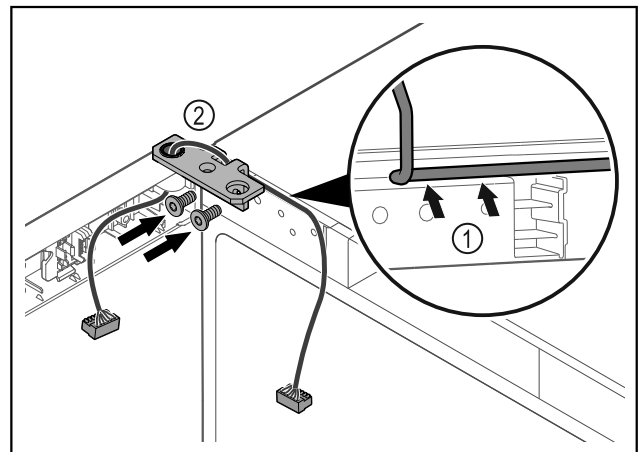

Fig. 43
- ▶ Prakiškite laidą pro šarnyrinio kampuočio angą ir atsargiai nutieskite Fig. 43 (1).
- ▶ Prisukite šarnyrinį kampuočių Fig. 43 (2).